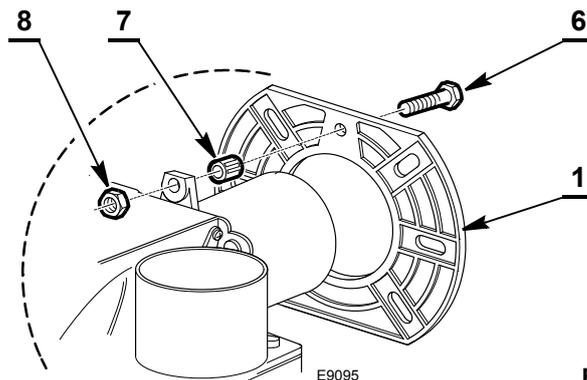

Fig. 6
- le modèle (A) (Fig. 6) et le type du brûleur (B) ;
- l'année de construction codifiée (C) ;
- les données de puissance minimale et maximale du brûleur (H) (voir plage de puissance).
- Fixer le boulon 6) et l'écrou 7) sur la bride 1) comme montré sur la Fig. 6.
- Fixer l'écrou de sûreté 8)(Fig. 6) sur le boulon 6)